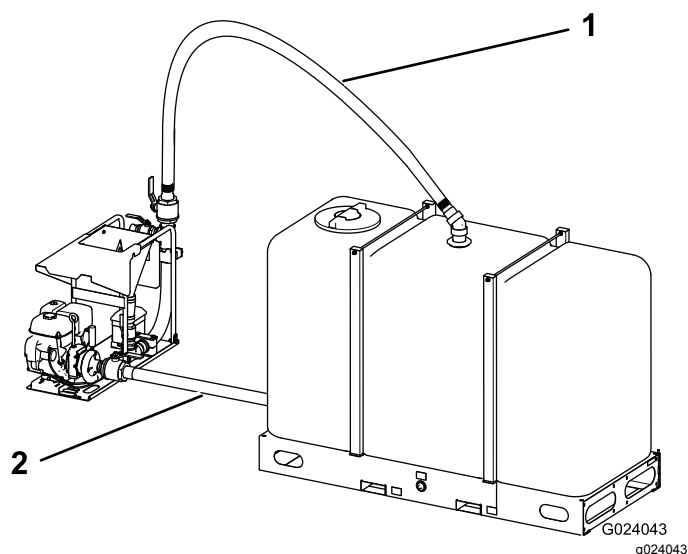
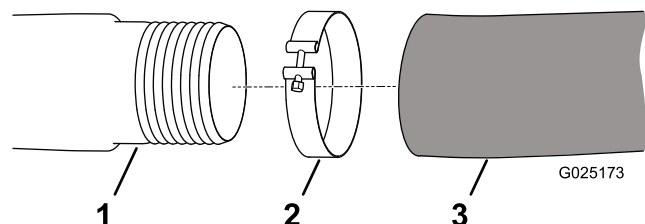
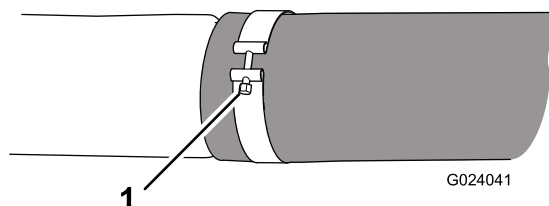

Figura 5
Figura 6
Figura 7
- Utilizzate una fascetta stringitubo (fornita insieme al flessibile di trasferimento) per collegare l'estremità libera del flessibile di aspirazione all'ingresso della pompa sul miscelatore come illustrato nella Figura 5, Figura 6 e Figura 7.
- Utilizzate 2 fascette stringitubo (in dotazione) per collegare il flessibile di ricircolo alla parte superiore del serbatoio e alla parte superiore del miscelatore, come illustrato nella Figura 5, Figura 6 e Figura 7.